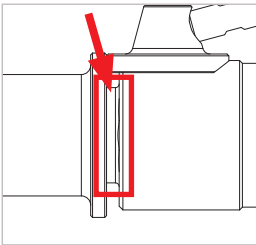

Figure 8
- ▶ Tournez le levier de commande (Pos. 3) de 90° de la position OFF à la position ON. Vaporisez le lubrifiant une fois sur la zone marquée (Figure 8).